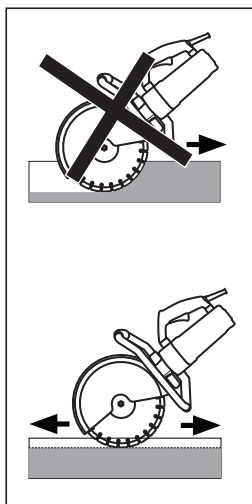

FIG. 17
- Engagez doucement la lame dans la pièce à usiner. La performance est optimale lorsque vous coupez droit le long d'une ligne de coupe préalablement marquée. Ne coupez pas à une profondeur supérieure à 50 mm (2"). **(Fig. 17)**